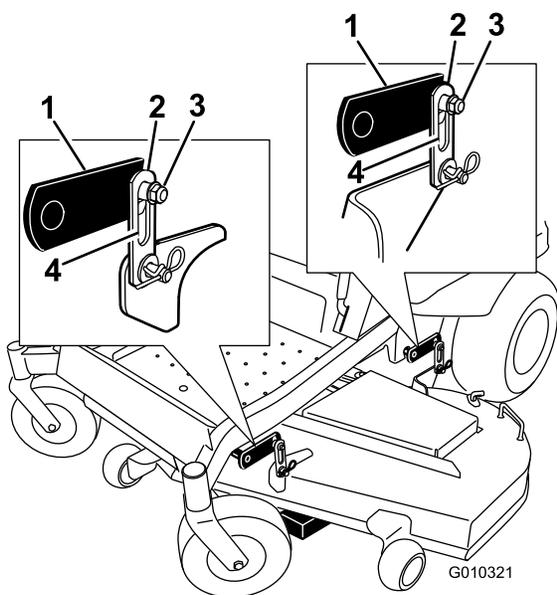

Figure 65
Remarque: Vérifiez que les pattes de fixation du tablier sont complètement descendues (en haut de la fente) et que le levier de relevage au pied est en appui contre la butée. Serrez ensuite les quatre écrous de verrouillage du réglage de niveau (Figure 65).
6. Serrez les quatre écrous de verrouillage du réglage de niveau (Figure 65).